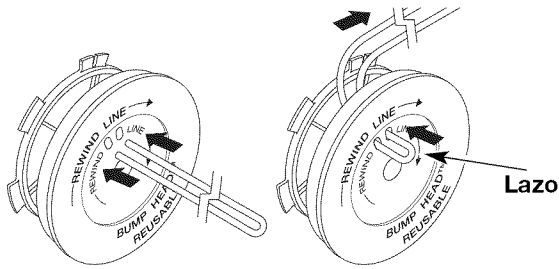

Fig. 19
6. Tome aproximadamente 5.4 m (18 pies) de nueva línea de corte, enlácela en dos longitudes iguales. Inserte cada extremo de la línea a través de uno de los dos orificios del carrete interior (Fig. 19). Pase la línea a través del carrete interior de modo que el lazo sea lo más pequeño posible.